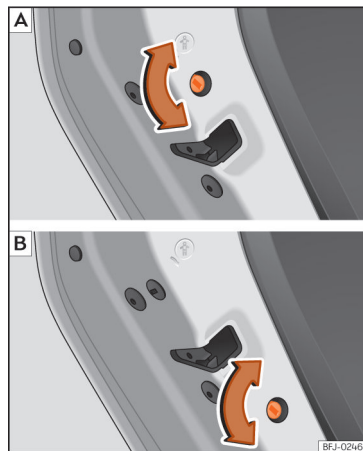

Рис. 75 Дитячий замок лівих дверей (на правих дверях – симетрично). Залежно від країни та модифікації, автомобіль має варіант **A** або **B**.
- Потім поверніть ключем паз на дверях за годинниковою стрілкою [ліві двері] >>> **рис. 75** або проти годинникової стрілки [праві двері].
- Потім поверніть ключем паз на дверях проти годинникової стрілки [ліві двері] >>> **рис. 75** або за годинниковою стрілкою [праві двері].